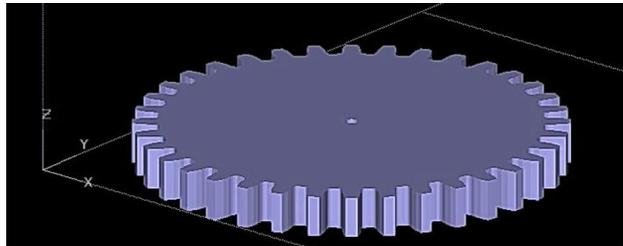
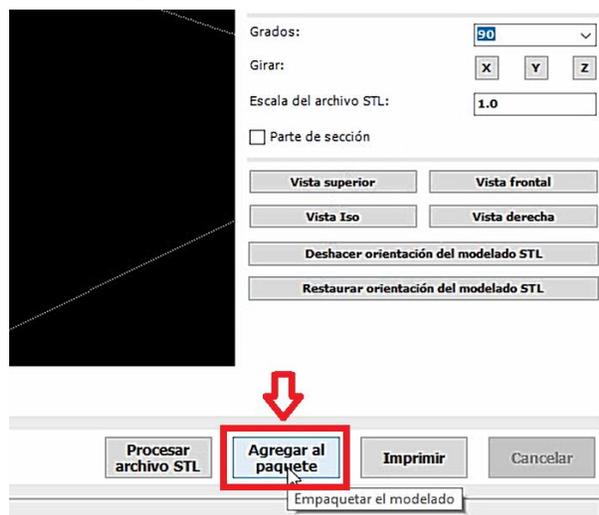

Figura 2.14 Posición de la pieza.
Figura 2.15 Creación del paquete.
- Colocar la pieza en la posición que se muestra (Figura 2.14) y posteriormente dar click en **Agregar al paquete** (Figura 2.15).